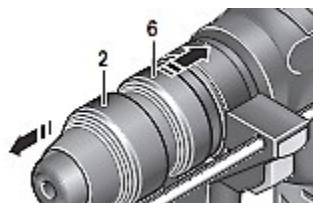

Рисунок 2
3.5 Для зняття патрому відтягніть DFR-кільце (6) назад, притримайте його в цьому положенні та витягніть раніше встановлений змінний патрон (SDS-plus або швидко-затискний патрон) вперед з гнізда (дивіться рисунок 2).